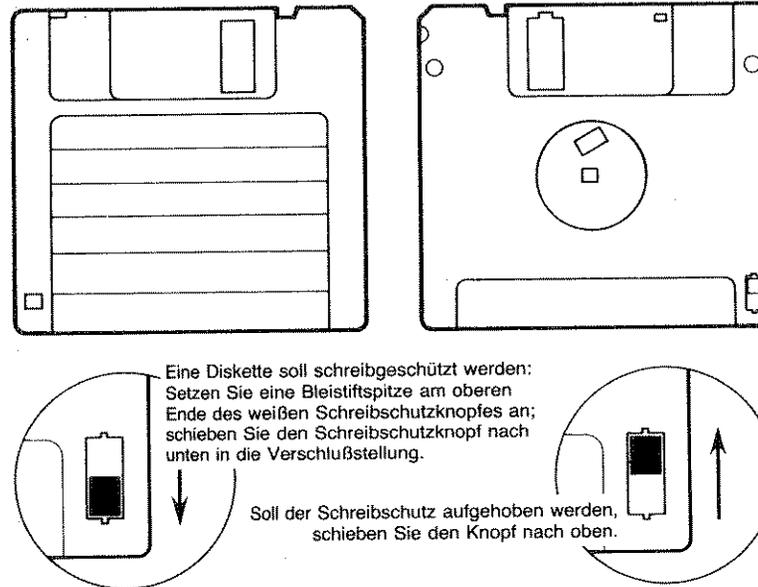
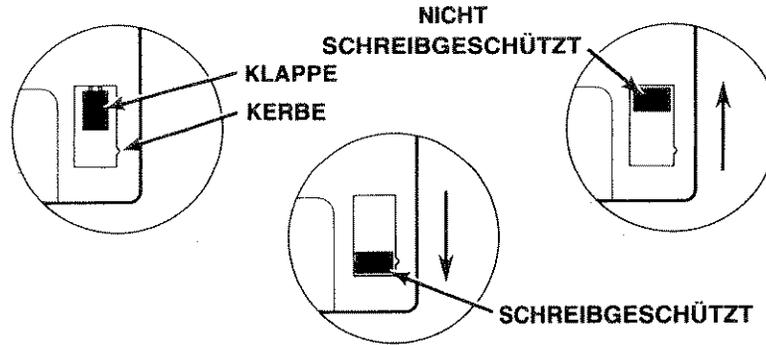

Abbildung 6: Schreibschutzknopf des Geräts HP 9122
Abbildung 7: Schreibschutzklappe des Geräts HP 9121
- Beachten Sie Abbildung 6 für den Schreibschutz einer doppelseitig beschreibbaren Diskette und Abbildung 7 für den Schreibschutz einer einseitig beschreibbaren Diskette. Die Diskette ist schreibgeschützt, indem Sie den roten Plastikknopf nach unten schieben.